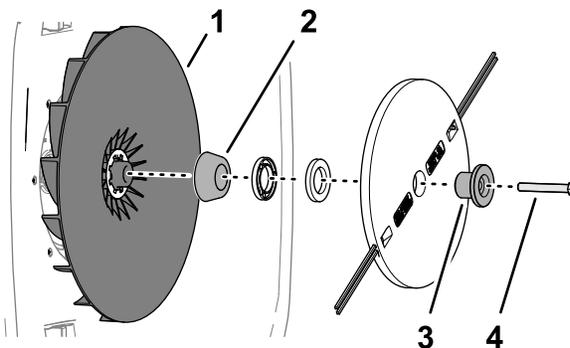

Figura 30
1. Monte el retenedor, el disco de corte, los espaciadores y el espaciador cónico en el impulsor con el perno (Figura 30).